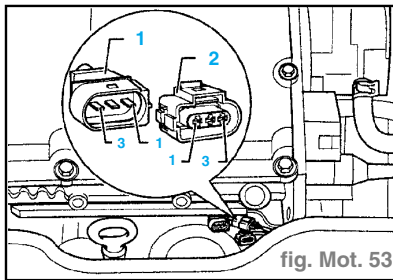

fig. Mot. 53
- Débrancher le connecteur gris du transmetteur de régime moteur (1) allant au transmetteur (fig. Mot. 53).